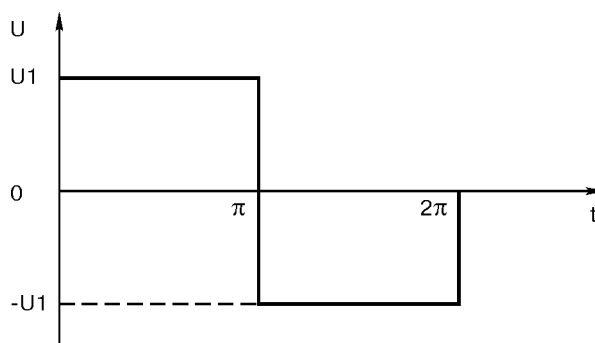
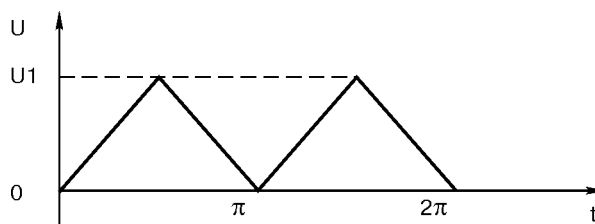

Рис.1.
Рис.2.
- возможно воспроизведение сигналов в виде меандра (рис. 1), треугольника (рис.2) и по другим зависимостям;